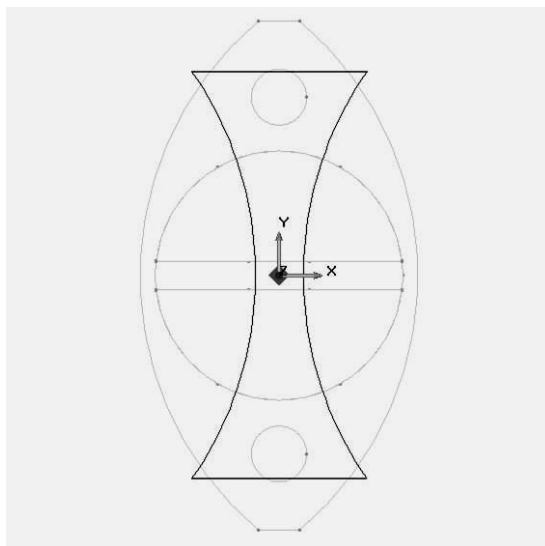

Рисунок 2.21 – Результат використання операції «Тримирование»
11. Виберіть  «Тримирование» і видаліть зовнішню частину двох кіл (рис. 2.21), а потім з'єднайте крайні точки отриманих дуг за допомогою функції  «Отрезок».